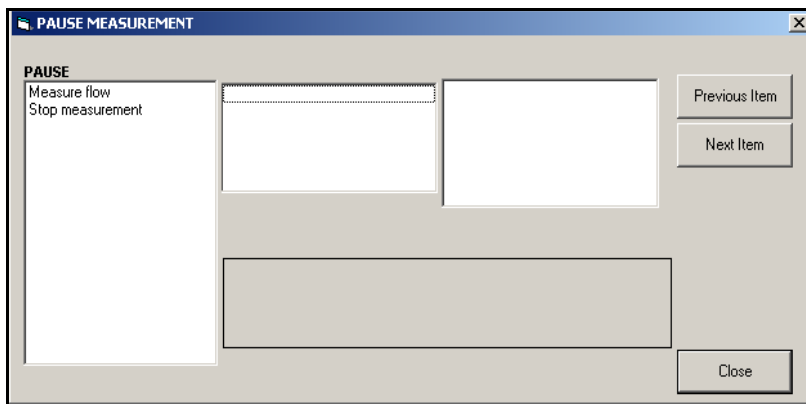

Figura 21: Ventana *Pause Measurement*
2. Amplíe la opción *Edit Functions* y haga doble clic en la entrada *Pause Measurement*. Se abre una ventana parecida a la Figura 21.